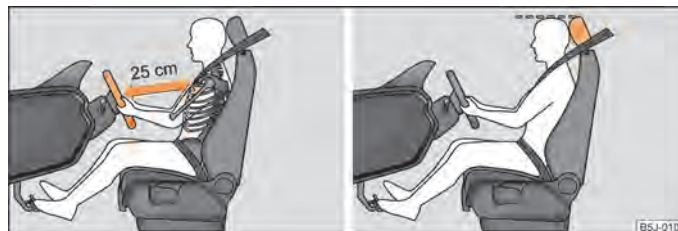

Fig. 91 Distanza corretta del conducente dal volante / regolazione corretta del poggiatesta del conducente
- Regolare il volante in modo tale che la distanza tra il volante e lo sterzo sia di almeno 25 cm → fig. 91 lato sinistro.
- Regolare il poggiatesta in modo che il bordo superiore del poggiatesta si trovi all'incirca alla stessa altezza della parte superiore del proprio capo → fig. 91 lato destro.
- Il conducente deve mantenere una distanza dal volante di almeno 25 cm ⇒ **fig. 91**. Se non si rispetta questa distanza minima, il sistema airbag non può proteggere - pericolo di morte!
- Regolare il poggiatesta in modo che il bordo superiore del poggiatesta si trovi all'incirca alla stessa altezza della parte superiore del proprio capo ⇒ **fig. 91** lato destro.
- Regolare i poggiatesta in modo che il bordo superiore dei poggiatesta si trovi all'incirca alla stessa altezza della parte superiore del proprio capo ⇒ **fig. 91** - lato destro.